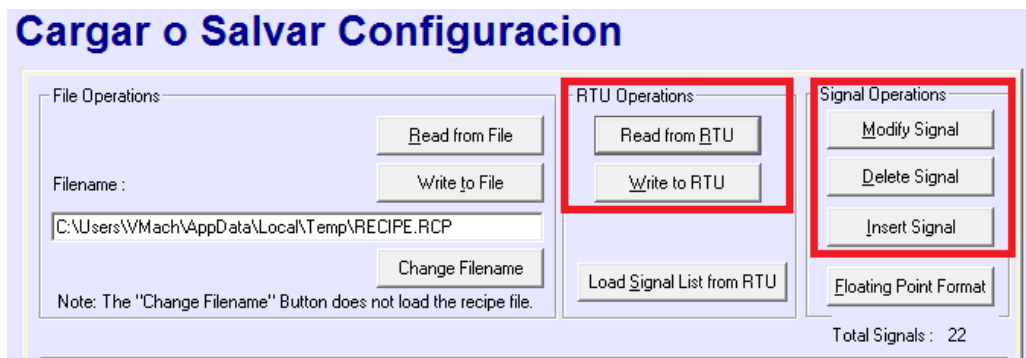

Imagen 39
- ✓ Para agregar, modificar o eliminar una variable, esta debe ser seleccionada y luego presionar el botón **Insert Signal**, **Modify Signal** o **Delete Signal** según sea el caso. Aparecerá el recuadro mostrado en la imagen 39. En el campo **Name** se ingresa el nombre de la variable y en **Value** el nuevo valor.